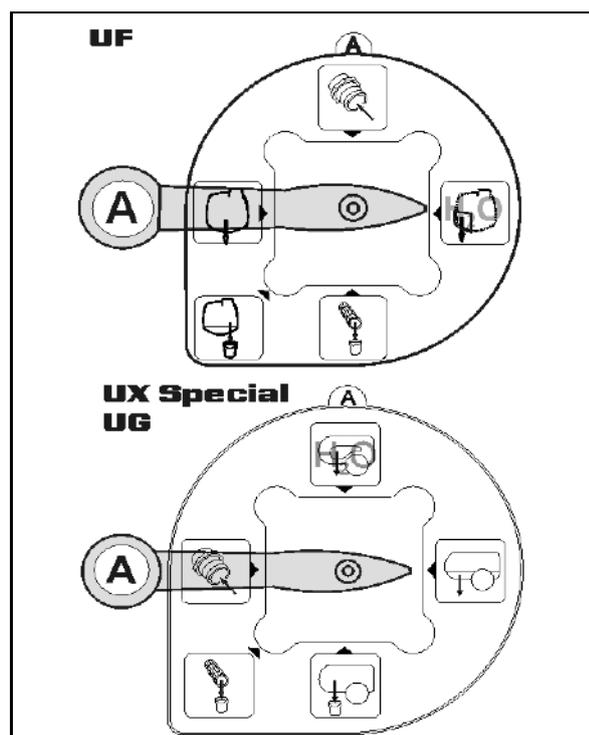

図 103
6. 必要な場合には吸引側を手で  にし、最後に残った残留物 (図 103) を圃場に排出し、その後手で再び  に設定します。